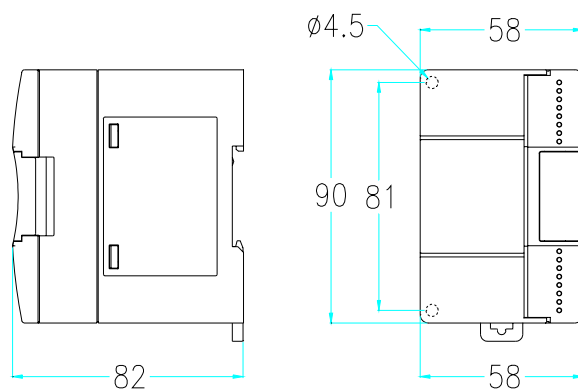

图 3-6 EC20 - 0808ER 及模拟量扩展模块外形尺寸与安装孔位尺寸
3. EC20 - 0808ER 的外形尺寸与安装孔位尺寸如图 3-6 所示，模拟量扩展模块 EC20 - 4AD、EC20 - 4DA、EC20 - 4AM、EC20 - 4TC 等的外形尺寸与安装孔位与之相同。